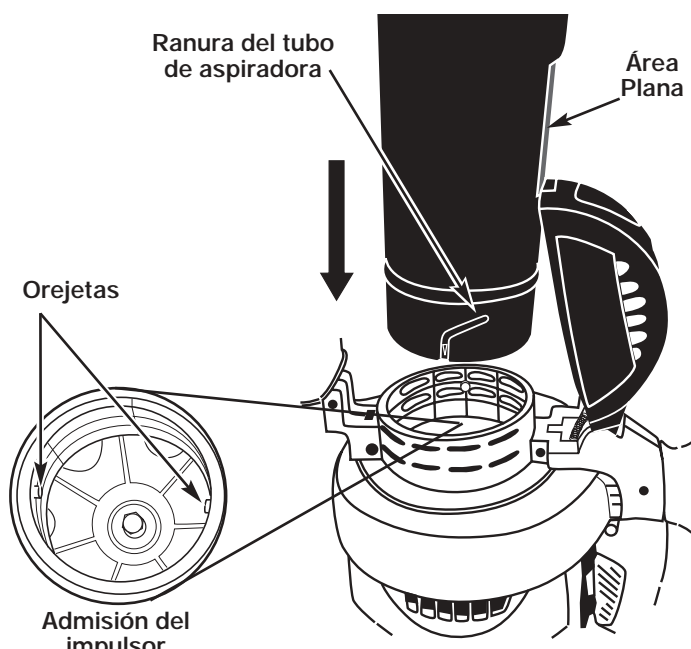

Fig. 5
5. Mientras mantiene abierta la puerta de la aspiradora, localice el tubo de la aspiradora armado (armado en el Paso 2). Ponga el tubo de modo que el área plana esté de frente a la puerta de la aspiradora. Las ranuras en el costado del tubo se alinearán con las pequeñas lengüetas en la admisión del impulsor (Fig. 5). Desde el exterior, alinee la pequeña flecha en el tubo de aspiradora con el punto que está en la admisión del impulsor.